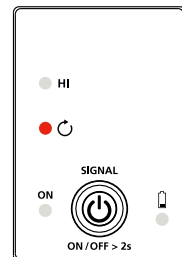

Figura 4.12b: Indicador del transmisor que muestra la señal en el modo Loop (Bucle)
2. Presione brevemente el botón de encendido/apagado para seleccionar el modo Loop (Bucle) en el transmisor (el LED rojo de Loop (Bucle) estará encendido). El modo de pinza genera una señal de 6 kHz amplificada para proporcionar resultados de rastreo superiores. La pantalla del transmisor debe aparecer como se muestra en la Figura 4.12b.